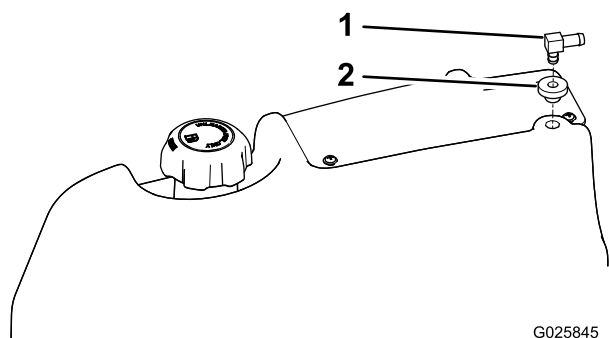

Figure 2
2. Insérez la bague dans le trou du bossage de ventilation (Figure 2).
3. Poussez le raccord à 90° dans la bague à la position illustrée à la Figure 2.